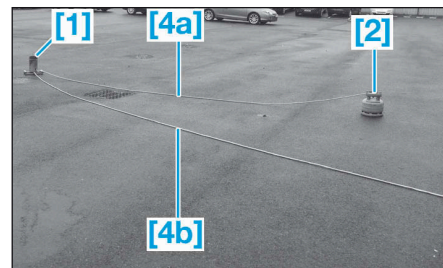

FIG.30
- Positionner la torchère [1] et les bouteilles de propane [2] et d'azote [3] aux distances indiquées précédemment (Fig.30).